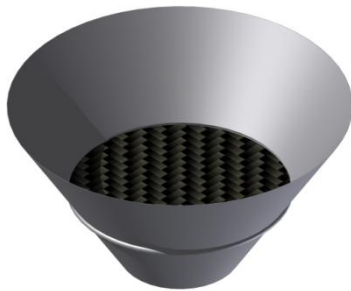

Figura 3
6.4.3 Filtre a amostra através de uma tela de 100 mesh (figura 3), recolhendo-a diretamente dentro do viscosímetro, até um nível acima do aro de transbordamento (figura4).